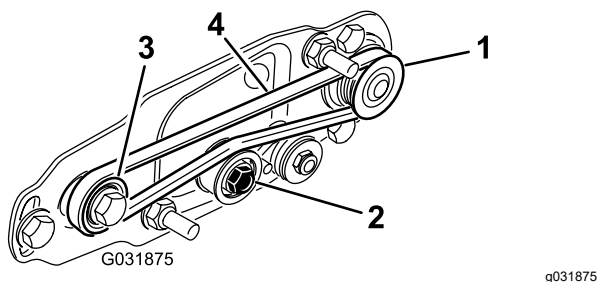

Figure 26
- A. Passez la courroie autour de la poulie d'entraînement puis sur le dessus de la poulie de tension (Figure 26).
- B. Commencez à installer la courroie sur la poulie menée (Figure 26).